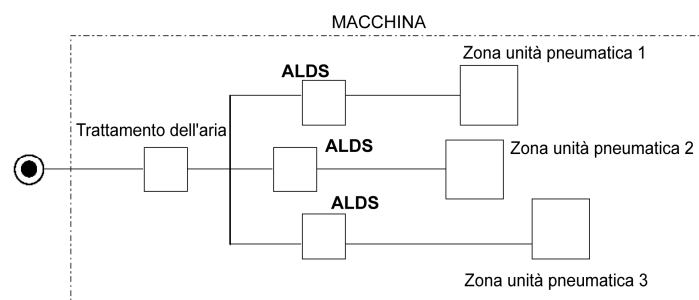

Figura 8
- A seconda della complessità della macchina, è possibile dotarla di diversi dispositivi per il controllo di zone diverse, vedere Figura 8. Questo aspetto rappresenta una delle scelte tecniche adottate dal costruttore della macchina.